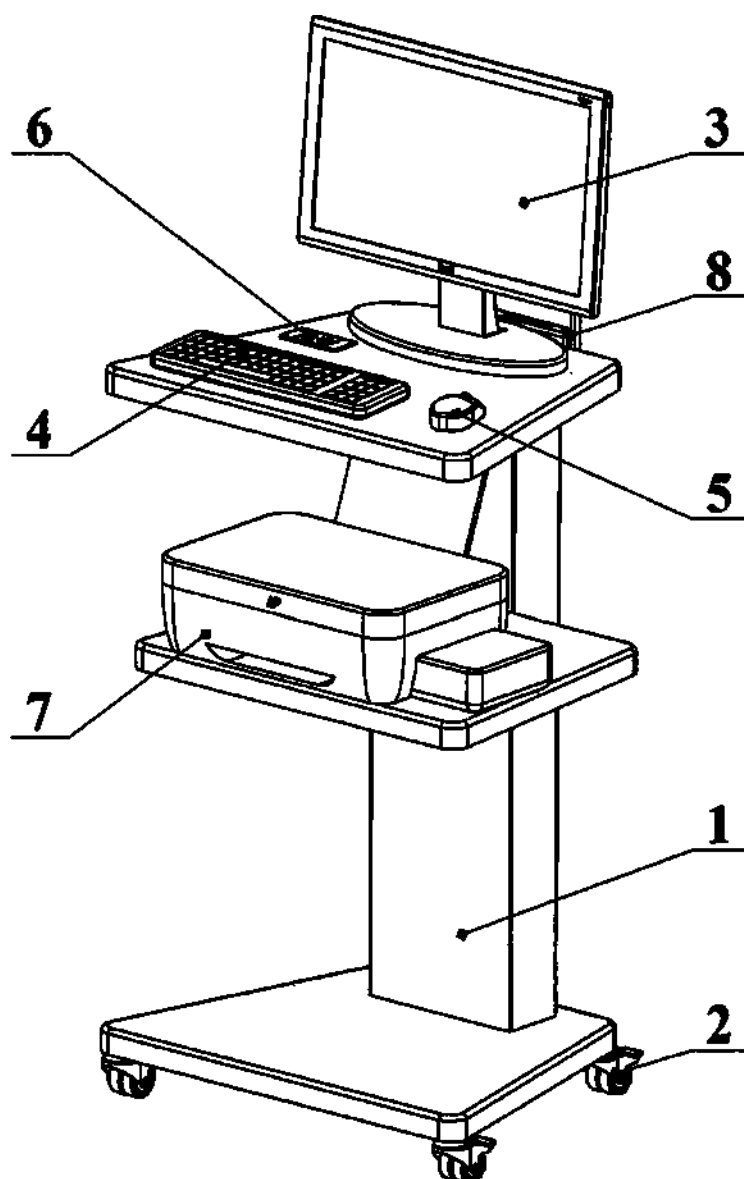

Рисунок 4.1 – Общий вид Станции
Станция (см. рис. 4.1) состоит из стойки 1, компьютера-моноблока 3, клавиатуры 4, мыши 5, считывателя электронных ключей 6, принтера 7, маршрутизатора 8.
Стойка 1 (см. рис.4.1) размещается на полу на четырех подвижных опорах 2 и является главным несущим и связующим конструктивным элементом Станции, обеспечивающим её жесткость и устойчивость во время эксплуатации. На стойке размещены основные элементы Станции.
- 6) Разместить элементы Станции на стойке как это показано на рис. 4.1. Компьютер-моноблок 3 дополнительно зафиксировать винтом.